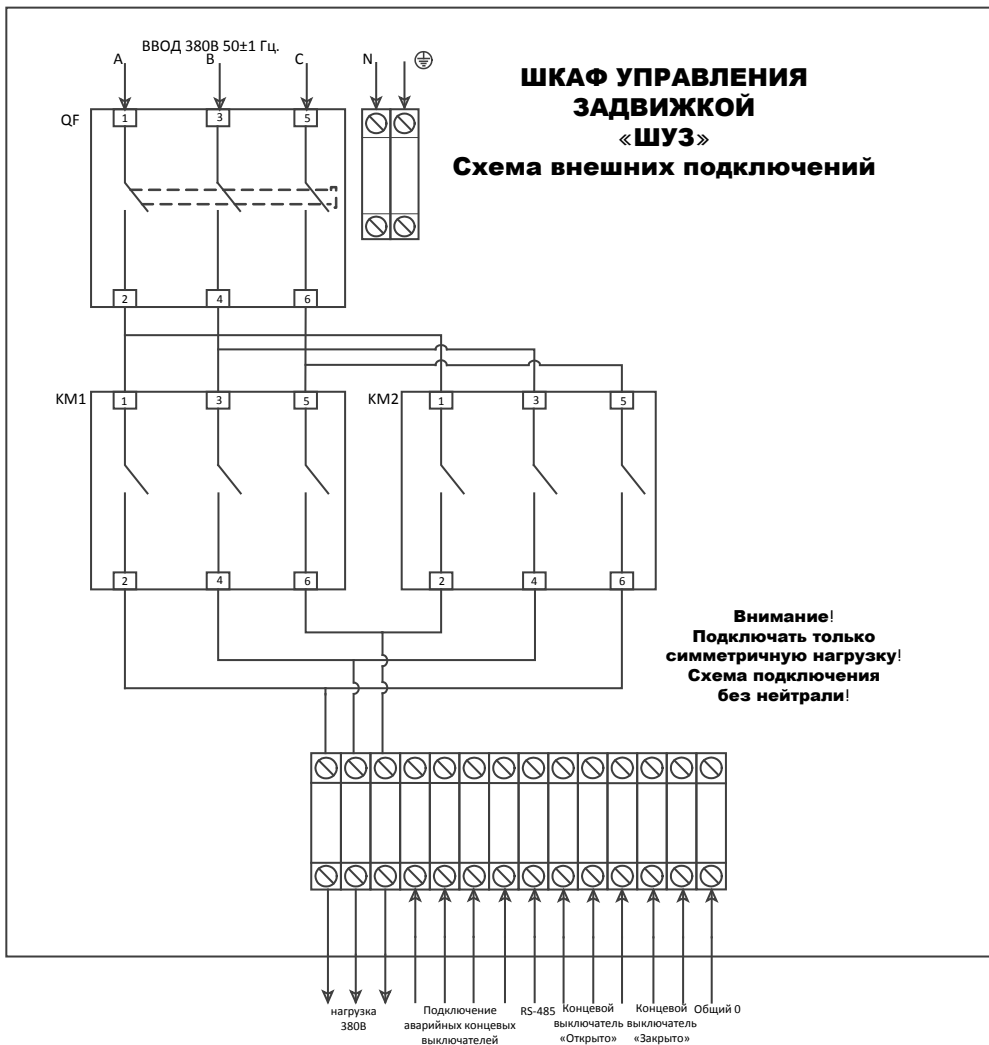

Рисунок 2. Схема внешних подключений к шкафу
- 3) подключить к шкафу провода питающего сетевого напряжения, цепей нагрузки, сигнальных проводов и контроля состояния согласно схеме электрической рис. 2;